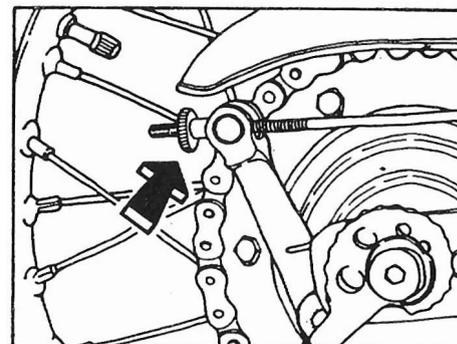

Fig. 36 Ruota posteriore.
- Smontare il pomolo di regolazione freno posteriore (fig. 36) e sfilare l'asta freno.